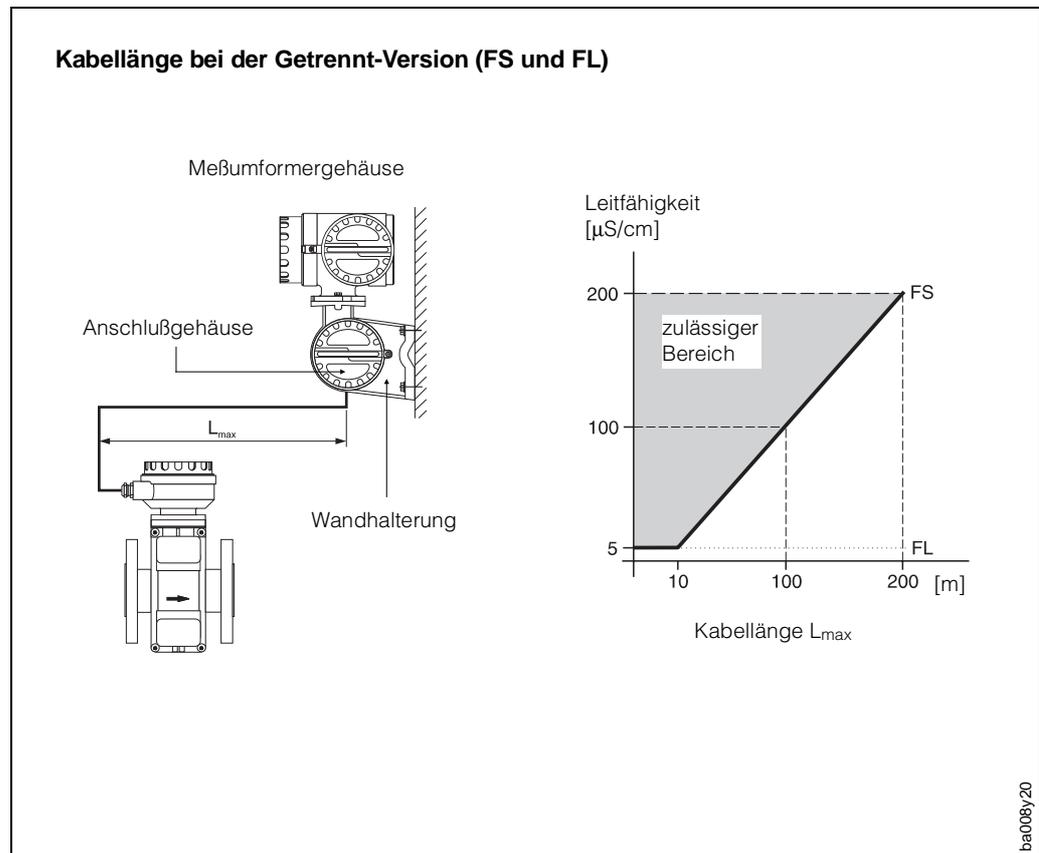

Abb. 24
- Die zulässige Kabellänge  $L_{\max}$  bei der FS-Version zwischen Meßaufnehmer und Meßumformer wird bei einer Entfernung >10 m von der Leitfähigkeit des Meßmediums bestimmt (Abb. 24).